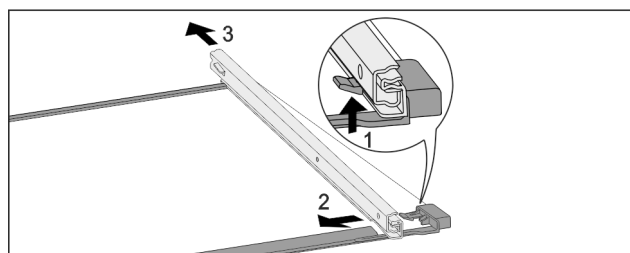

Fig. 82 Скляна пластина з рейками
- ▶ Натиснути передній гачок-фіксатор вгору. Fig. 82 (1)
- ▶ Виштовхніть виїзну рейку в сторону Fig. 82 (2) та назад Fig. 82 (3).